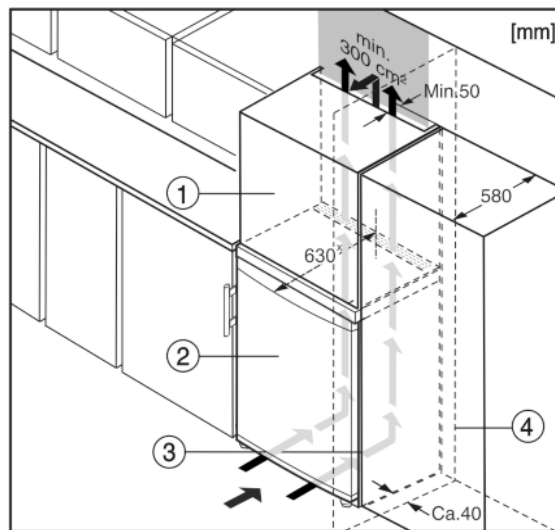

Fig. 10
Urządzenie może zostać obudowane szafkami kuchennymi. Aby dopasować urządzenie Fig. 10 (2) do wysokości ciągu szafek kuchennych, można nad urządzeniem umieścić szafkę nasadzaną Fig. 10 (1).
W przypadku obudowania szafkami kuchennymi (głębokość maks. 580 mm) urządzenie można ustawić bezpośrednio obok szafki kuchennej Fig. 10 (3). Urządzenie wystaje z boku o 34 mm^x i na środku urządzenia o 50 mm^x w stosunku do frontu szafek kuchennych.
Jeżeli urządzenie będzie ustawiane z zawiasami do ściany Fig. 10 (4), to pomiędzy urządzeniem i ścianą należy zachować minimalny odstęp, wynoszący 40 mm. Na taką odległość wystaje klamka przy otwartych drzwiach.